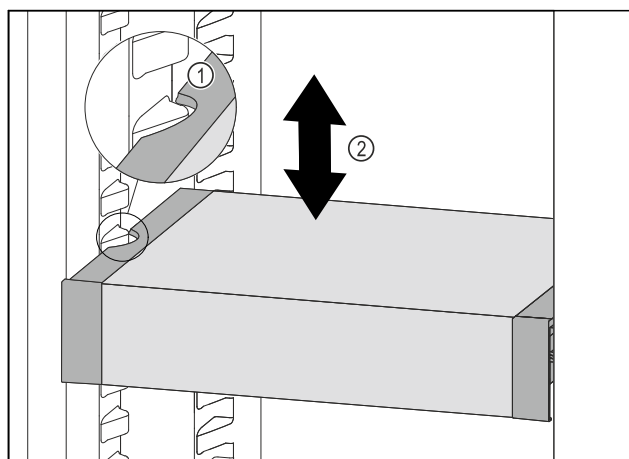

Fig. 179
- ▶ 向前移动 VarioSafe，直到 VarioSafe 两侧的凹槽与冷藏区中的容器肋梁持平。 Fig. 179 (1)
- ▶ 在冷藏区中向上或向下移动 VarioSafe，直至所需高度。 Fig. 179 (2)